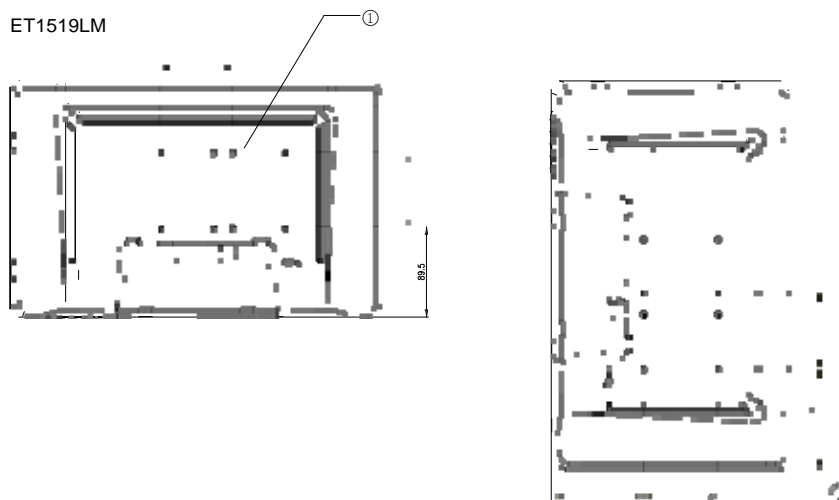

Figura 2-1: Ubicación de la interfaz de montaje VESA, pedestal quitado
1. Si la pantalla ya se halla conectada al pedestal, retire los cuatro tornillos que conectan Ambos (consulte la *Figura 2-1*, punto 1). Separe el pedestal de la pantalla.